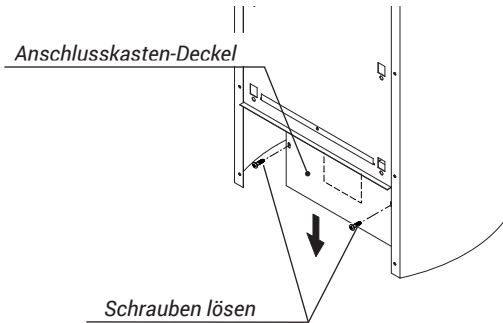

Abb. 5
- Rückseitigen Deckel des Anschlusskastens öffnen (2 Schrauben lösen) gemäß Abb. 5 und Deckel nach unten entnehmen.